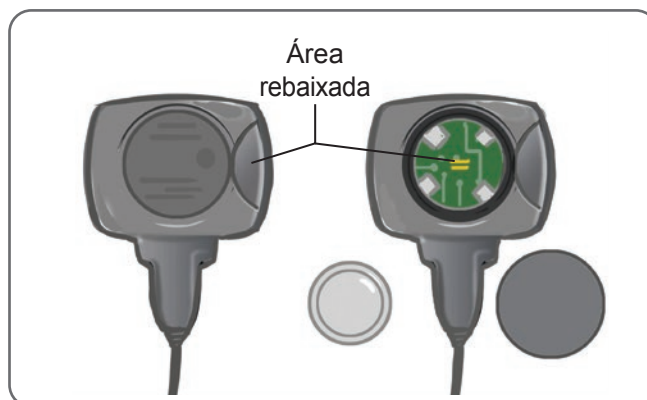

Figura 11-1: Substituição da bateria do sensor de pé
1. Use a área rebaixada na parte de trás do sensor de pé para abrir a tampa da bateria. Veja a Figura 11-1.